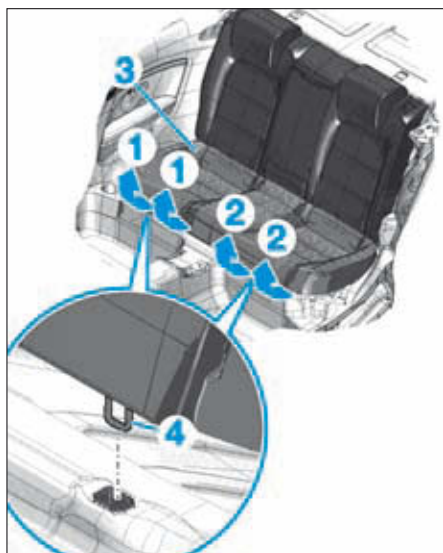

FIG. 11
- Passer les deux mains en (1) et en (2) sous le cadre de la banquette (3) au niveau des fixations (4) (Fig.11).